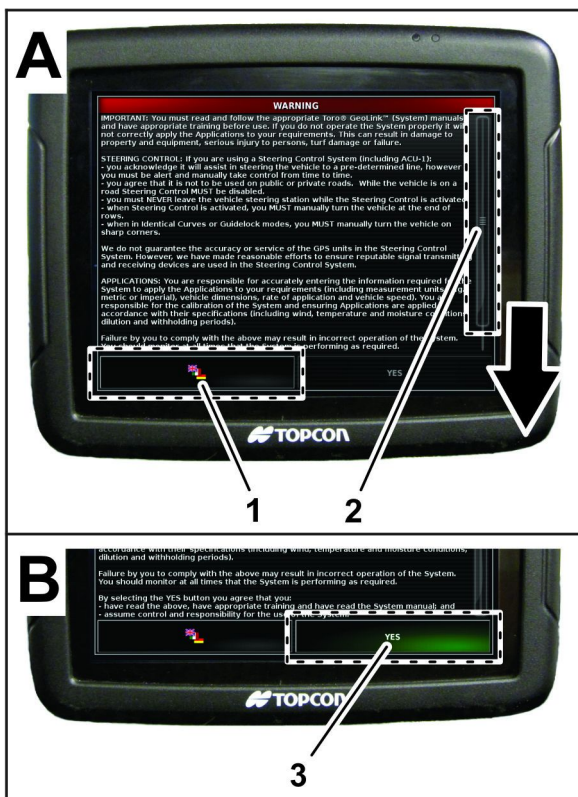

Figura 15
1. Si es necesario, pulse el icono Idiomas para cambiar la pantalla X25 a otro idioma (Figura 15).
3. Lea el EULA (Figura 15).
Utilice la barra de desplazamiento para navegar a la parte inferior de la pantalla. El icono SÍ cambiará a verde (Figura 15).
4. Pulse el icono SÍ para cambiar a la pantalla de inicio (Figura 15).